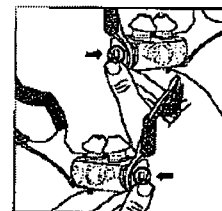

Figura 4
3. Presione los extremos del almoadillado hacia el armazón de modo que los salientes redondos del almoadillado queden colocados en los círculos situados en el lado derecho del armazón y, a continuación, en el lado izquierdo del armazón (figura 4). Manipule los almoadillados para colocarlos en su lugar.